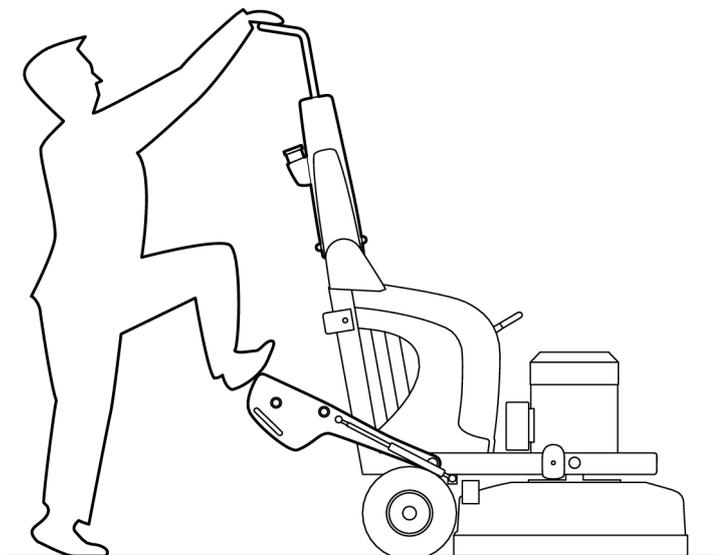

Figure 4-8. Pied sur poids
2. Rabattez les poids en arrière et placez un pied sur un des poids, voir Figure 4-8, page 20.